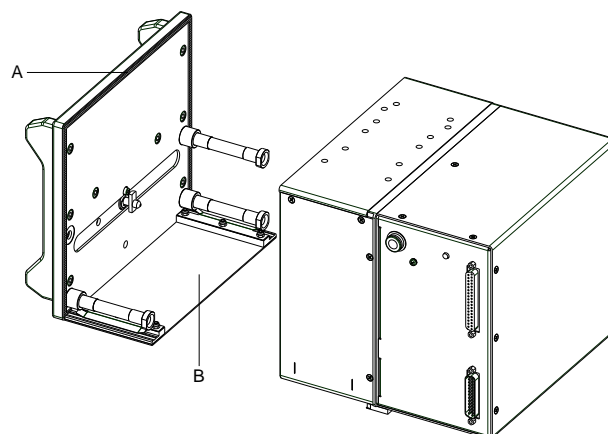

Abbildung 28
- ⇒ Durch ein eingelegtes Dichtprofil (A, Abbildung 28) und eine Abdeckung (B, Abbildung 30) wird die Druckmechanik vor Wasser- und Staubeintritt geschützt.